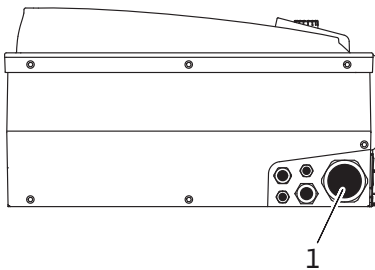

Fig. 23: Kabelforskruning M40
- Nettilslutningsledningen skal føres gennem kabelforskruning M40 (Fig. 23, pos. 1).